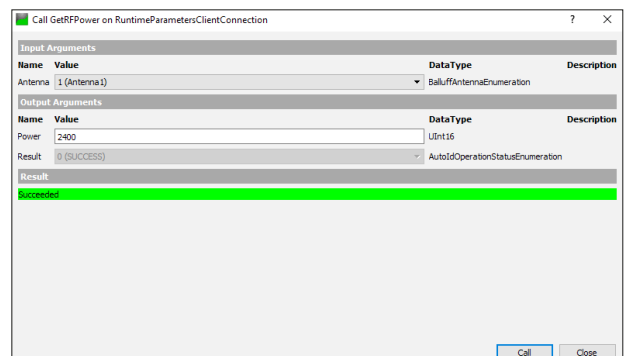

Bild 9-22: Ergebnis Methode *GetRFPower()*
- ⇒ Die Methode wird ausgeführt und das Ergebnis erscheint in den Rückgabeparametern (aktuelles Beispiel, siehe Bild 9-22).